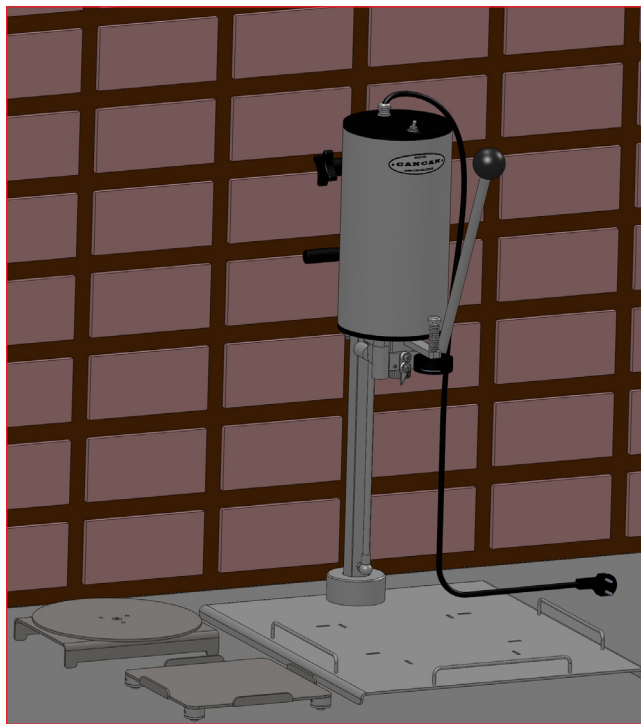

Рисунок 1
- Очень важно чтоб оборудование было установлено на ровной поверхности. **(Рисунок 1)**